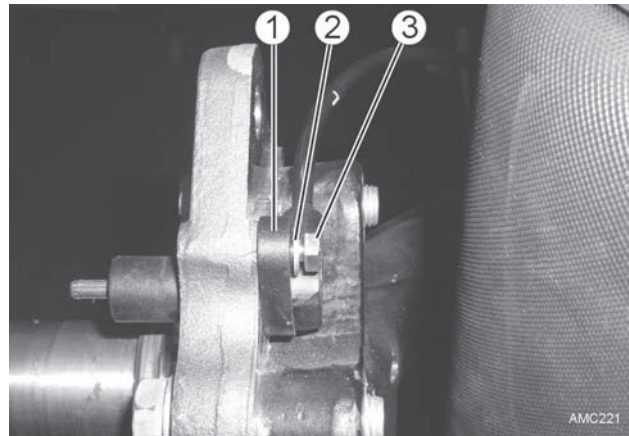
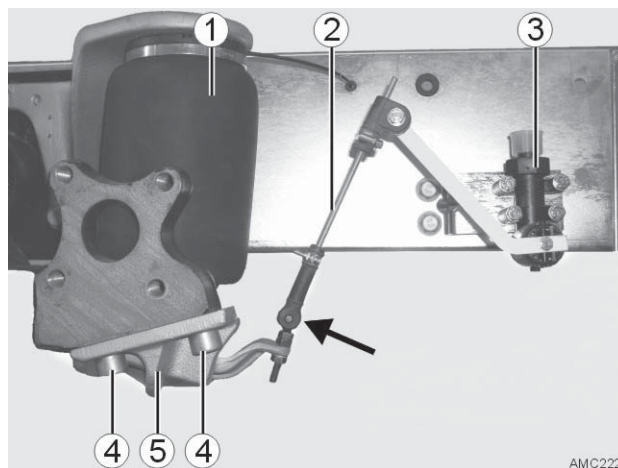

Bild 44
Bild 46
9. *Sechskantschraube (Bild 44 - 3) mit Scheibe (Bild 44 - 2) herausschrauben und Drehzahlfühler (Bild 44 - 1) abnehmen, sofern vorhanden.*
11. Luftfederbalg (Bild 46 - 1) gem. Kapitel 7.2 abbauen.
12. Gestänge (Bild 46 - 2) des Wegsensors Luftfederung (Bild 46 - 3) aushängen (Bild 46 - Pfeil).
13. Zwei Zylinderschrauben M16x1,5x30 (Bild 46 - 4) aus der unteren Federbalgkonsole (Bild 44 - 5) herausschrauben.